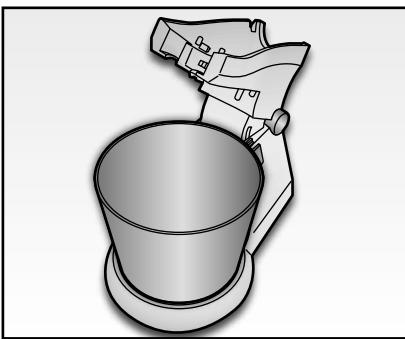

Fig. 5
- Alloggiare la ciotola (A) nell'apposito spazio, inserendola perfettamente sopra il relativo perno sulla base del supporto (C) (Fig. 5).